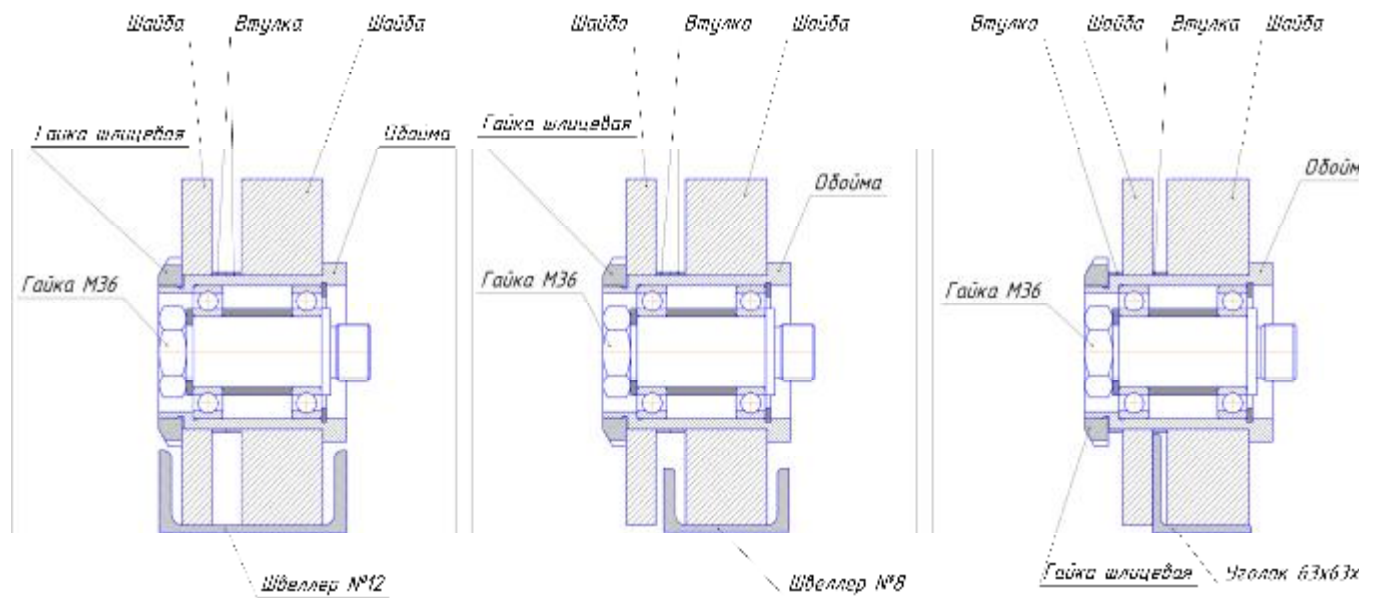
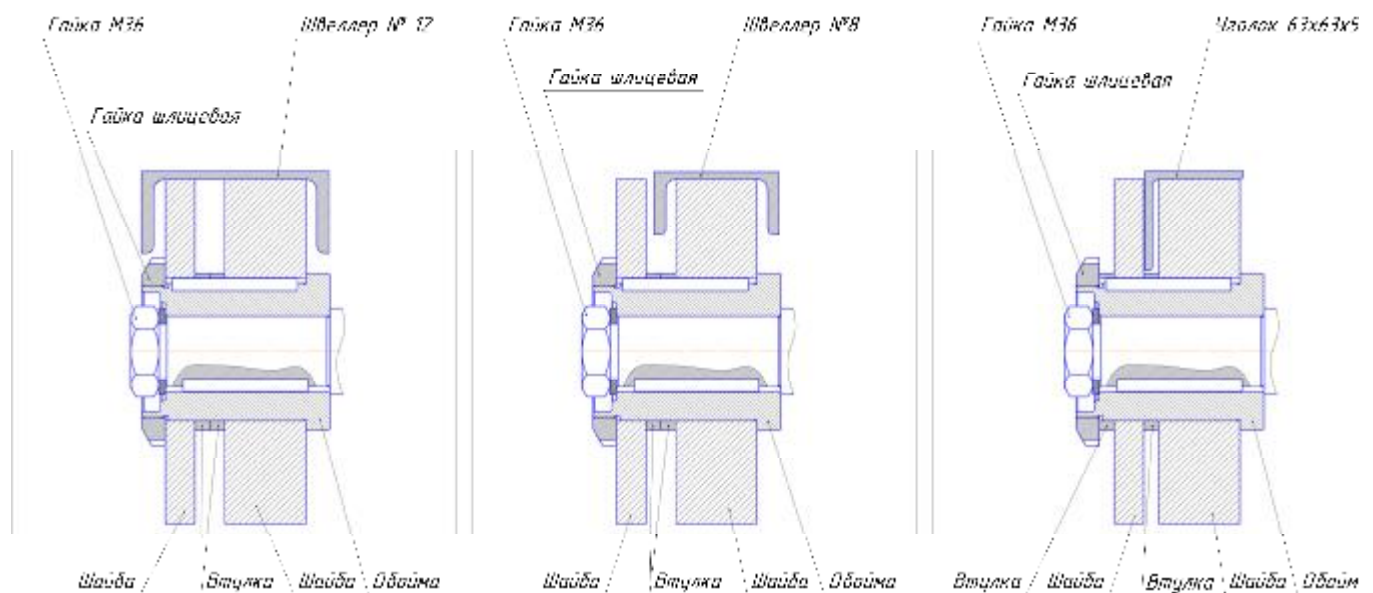

Рис. 2 Варианты использования сменных шайб нажимного вала
Рис. 3 Варианты использования сменных шайб опорных валков.
5.3.2 Установить валки для профилей (входят в комплект изделия). Варианты сборки валков показаны на рис.2 и рис.3.